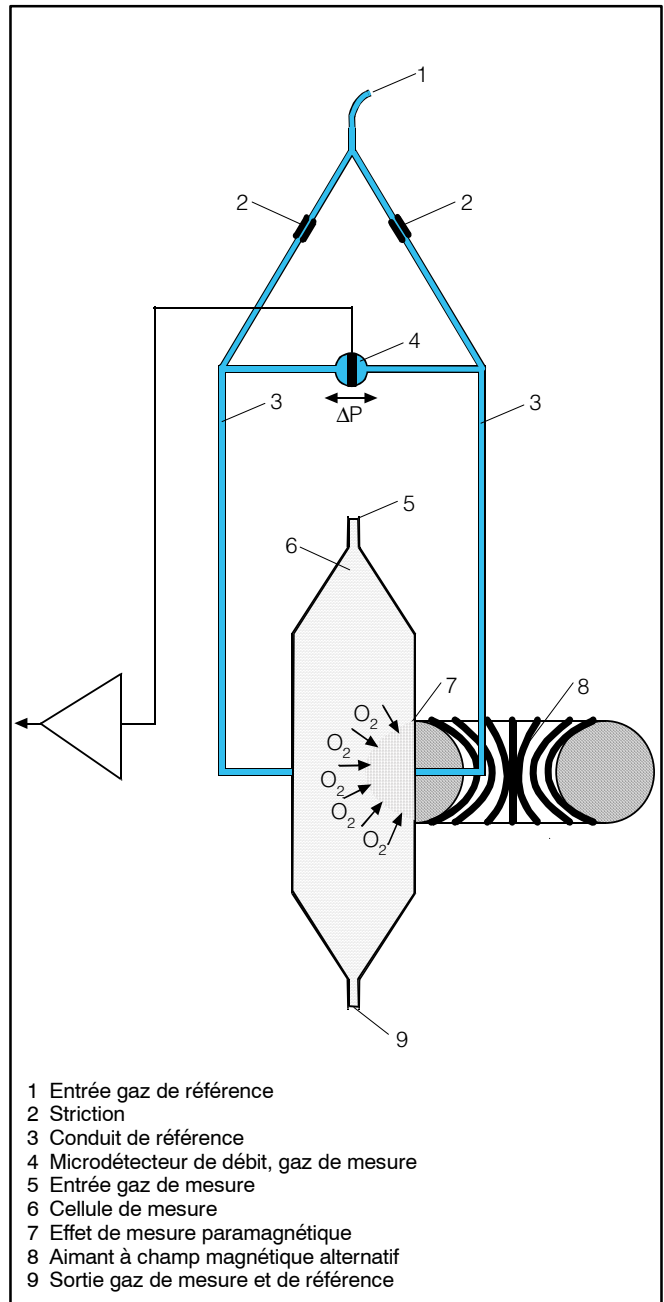

Fig. 3-3 Fonctionnement
Pour l'OXYMAT 61 l'un des gaz (1, fig. 3-3) est un gaz de référence (N_2 très pur, O_2 ou air), l'autre le gaz de mesure (5, fig. 3-3). Le gaz de référence est amené à la cellule de mesure (6) par deux conduits (3). L'un des deux flux de gaz de référence rencontre le gaz de mesure dans le champ magnétique (7). La pression, proportionnelle à la teneur en oxygène du gaz de mesure, provoque un écoulement forcé – dû aux étranglements (2) – du gaz de référence par le canal de jonction à travers un microdétecteur de débit (4), qui convertit ce débit en un signal électrique.